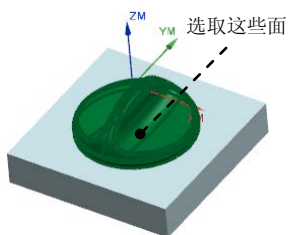

图 3.14 指定切削区域
Step2. 在图形区中选取图 3.14 所示的面 (共 27 个) 为切削区域, 然后单击“切削区域”对话框中的 **确定** 按钮, 系统返回到“轮廓区域”对话框。